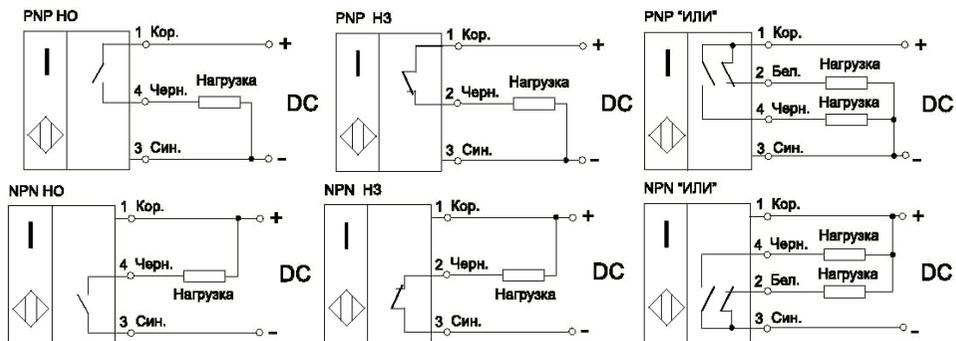

Рисунок 1 - Варианты схем подключения датчиков
3.3 Выключатели включаются в электрическую цепь по 3-х или 4-х проводной схеме (Рис. 1). Соответствие выводов и схема подключения маркированы на корпусе каждого выключателя. Выключатели не имеют защиты выхода от перегрузок по току.